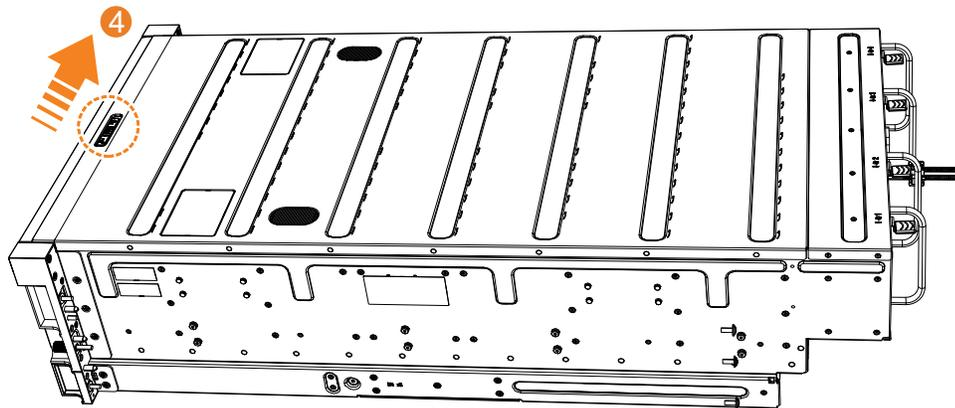

図 106. 上部カバーのロック
5. 図 106 に示すように、解放レバー **4** をスライドさせて、カバーを所定の位置にロックします。